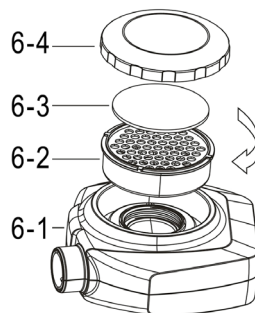

Fig. 6
2. Branchez le cordon de charge (fig. 6-2 à la borne de pile (fig. 6 -1